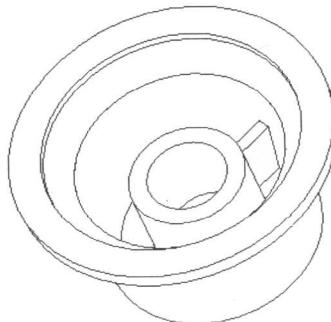

图2-8
3. 选择前两步绘制的草图轮廓，在【成形特征】工具条中单击【拉伸】 按钮，弹出【拉伸】对话框。在【选择步骤】栏中选择【求和】 选项，然后在【结束】输入框中输入“6”，最后单击 **确定** 按钮创建拉伸特征，结果如图 2-8 所示。